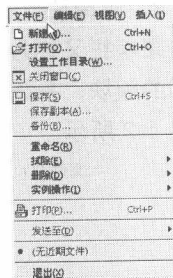

图 1-1 【文件】菜单
- 选择菜单栏中的【文件】>【退出】命令, 如图 1-1 所示。